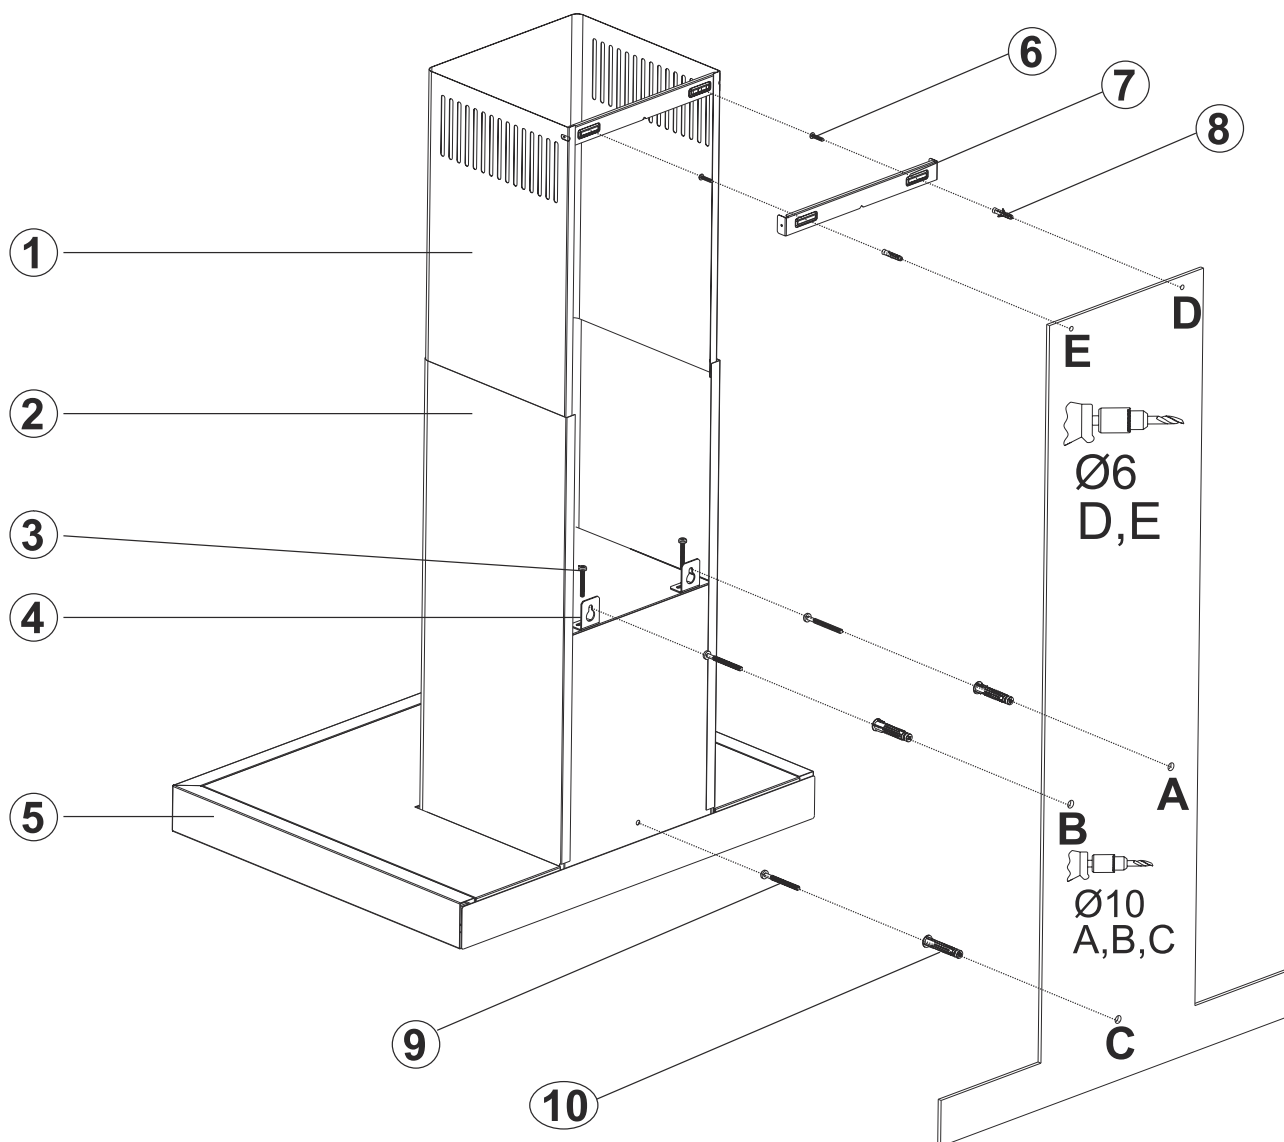

Fig. 8
2. Påsæt skabelonen på væggen alt efter ønskede højde på emhætten (bemærk vores anbefalinger mht. afstand ml. kogeplade og emhætte). Markere nu punkterne A, B & C. (Fig. 8).
3. Sæt nu Ø10mm rawplugs i hullerne A, B & C. Skru nu skrue på punkterne A + B og lad der være 5mm afstand ml. skruehoved og væg (Fig. 8).
4. ➤ Montere ophængningsbeslagene på emhætten med de medfølgende M5x35 skruer (Fig. 8).